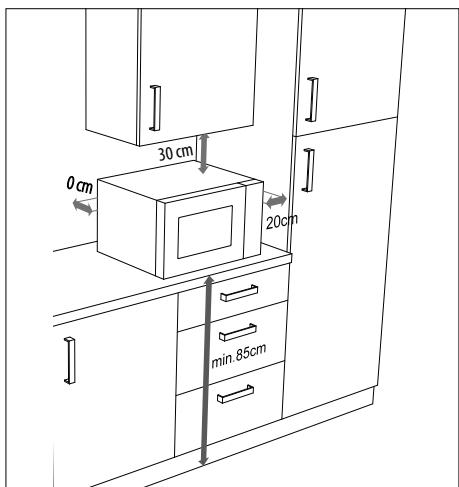

Abb. 2 – Gerätabstand
- ▶ Für eine ausreichende Belüftung müssen die in „**Abb. 2 – Gerätabstand**“ dargestellten Abstände eingehalten werden. Der Abstandshalter an der Geräterückseite muss die Wand berühren. Er gewährleistet den korrekten Abstand beim Aufstellen der Mikrowelle.